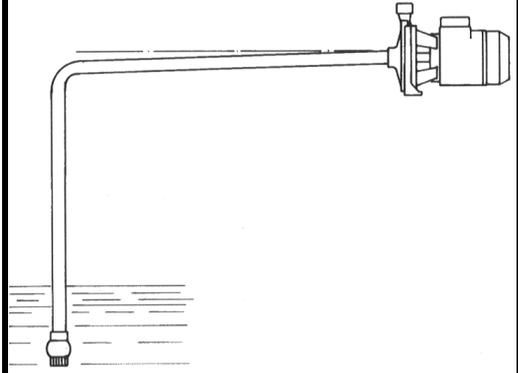

FIG. 2
- 3) Les tuyaux doivent avoir un diamètre égal ou supérieur aux orifices de la pompe, de façon à ce que la vitesse de l'eau dans la tuyauterie d'aspiration ne dépasse pas 1,5 m/sec. Avec une hauteur d'aspiration supérieure à 4 m, ou avec une longueur d'aspiration horizontale très longue le diamètre d'aspiration doit être supérieur à celui du refoulement de la pompe. Cette tuyauterie doit avoir une pente ascendante de façon que les poches d'air n'empêchent pas l'amorçage de la Pompe (fig. 2).